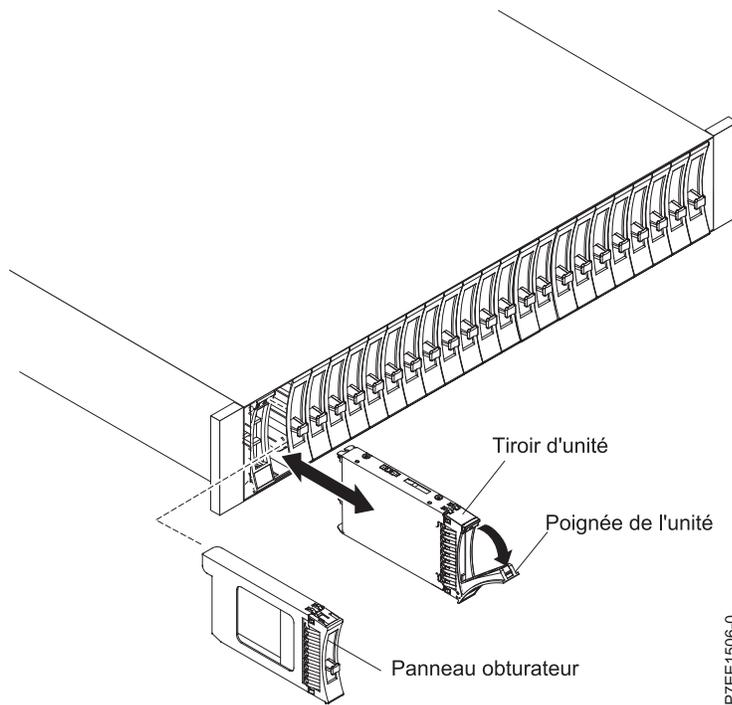

Figure 43. Retrait d'une unité du boîtier d'unité de disque 5887
5. Saisissez l'avant de l'unité et tirez pour sortir l'unité de l'emplacement, tout en soutenant la base de l'unité. Voir : figure 43.